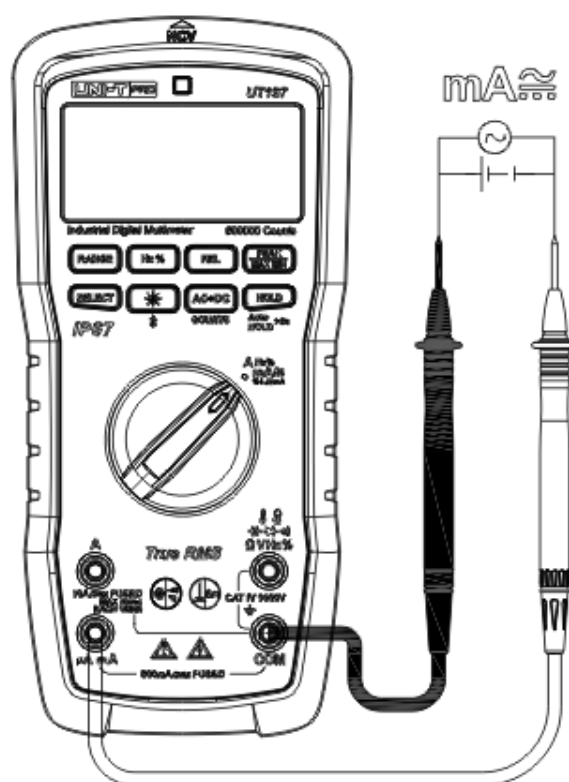

Figure 15
12. Mesure du courant AC/DC en mA (Figure 15)